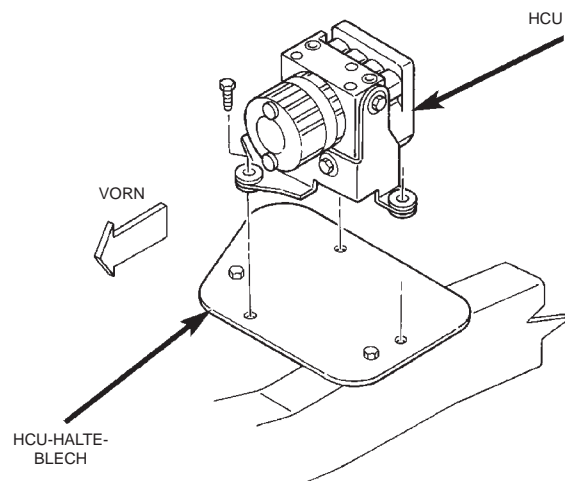

Abb. 7 HCU-Halteblech
- (4) Die Befestigungsschrauben der HCU lösen und die HCU abnehmen (Abb. 7).
- (5) Die Befestigungsschrauben des Halteblechs lösen und das Halteblech von der HCU abnehmen.